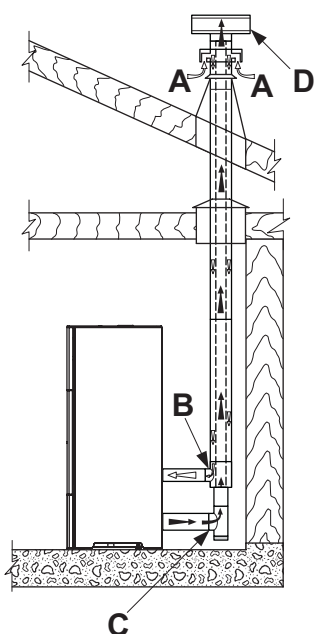

fig. 5.5
- de canaliser l'air comburant en utilisant un tube d'évacuation coaxial pour l'expulsion des fumées et le prélèvement de l'air ; par conséquent, il n'est pas nécessaire de pratiquer une prise d'air classique dans la pièce (fig. 5.5 A, B=Entrée d'air C,D=Évacuation des fumées) ;